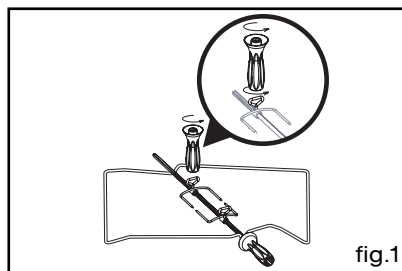

fig.1
- enfillez une des fourchettes sur la broche ; embrochez la pièce à rôtir ; enfillez la deuxième fourchette ; centrez et serrez en vissant les deux fourchettes à l'aide de la poignée (fig.1).
- L'affichage des aiguilles clignotent (fig.1).
- Tournez le sélecteur de fonctions sur la position de votre choix (fig.1).